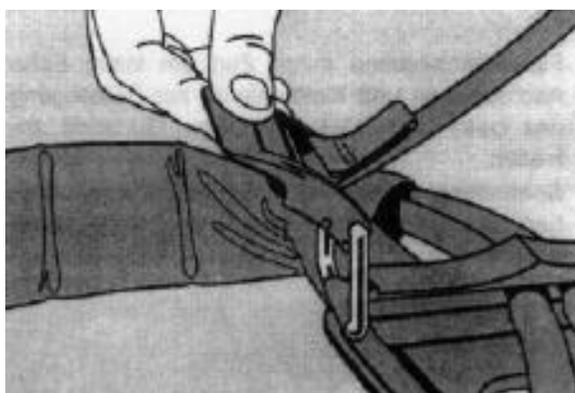

Figura 5
1. No caso de máscaras de ar respirável com tubulação sinalizadora (S), levantar a base de borracha e puxar a tubulação de sinalização.
- A alavanca tensora da cinta da abraçadeira do cilindro deve ser colocada na posição de abertura. Afrouxar a cinta tensora correspondente ao tamanho do cilindro utilizado (figura 5).